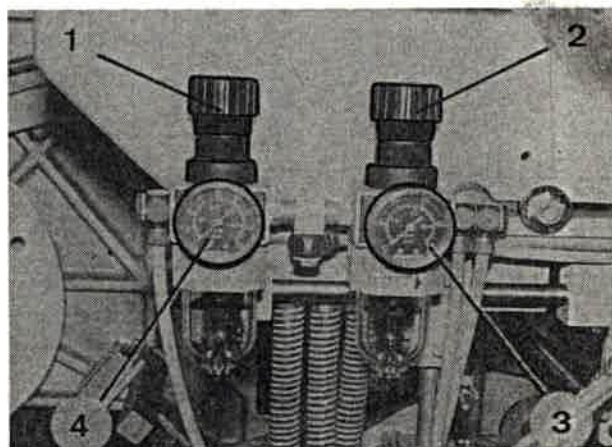

Bild 145
5. An den Manometern (Bild 145/3 + 4) prüfen, ob ein Druck von 1,5...2,5 bar und 6...8 bar eingestellt ist, ggf. Druck durch entsprechenden Drehknopf (Bild 145/1 + 2) berichtigen.